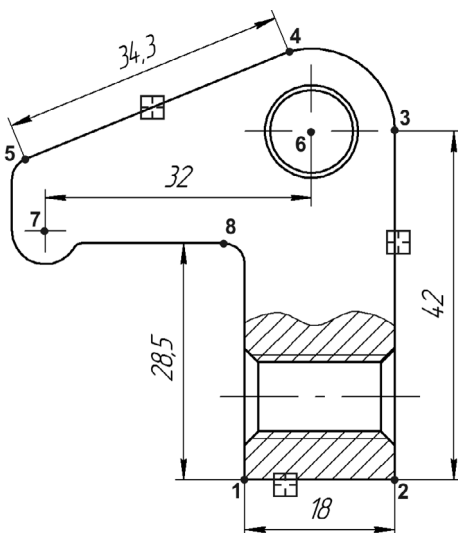

Рис. 12.6. Простановка линейных размеров
2. В ответ на запрос системы **Укажите отрезок, дугу или сплайн для простановки размера** щелкните мышью в любой точке отрезка 1–2. Система автоматически определит точки привязки размера и его ориентацию (рис. 12.6).
4. Щелкните мышью на таком расстоянии от контура, которое приблизительно соответствует расстоянию на рис. 12.6.
**Задание.** Проставьте горизонтальный размер 32 мм (рис. 12.6). Базовые точки 6 и 7 этого размера принадлежат разным объектам. Кнопкой **Выбор базового объекта** воспользоваться будет невозможно.